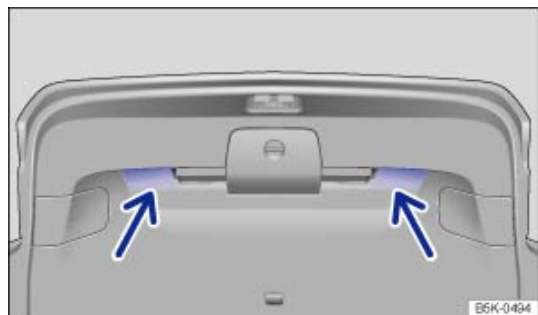

Fig. 38 Hayon ouvert : poignées concaves pour la fermeture
- Saisissez l'une des poignées concaves dans le revêtement intérieur du hayon → Fig. 38 (flèche).